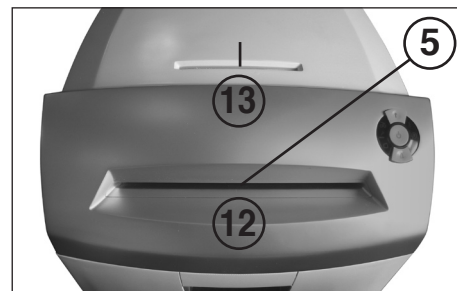

Fig. 3
- 5 = Fotocelle (fremoverkjøring) (fig. 3)**
- 12 = Innmatingsrakt for papir (fig. 3)**
- 13 = Sikkerhets-innmatingsrakt (fig. 3)**
Tilfør skjæreverket **papir** gjennom innmatingstrakten for papiret (12) (fig. 3).
Tilfør skjæreverket **databærere** (CD, DVD eller kredittkort) enkeltvis gjennom den separat plasserte sikkerhets-innmatingstrakten (13) (fig. 3).